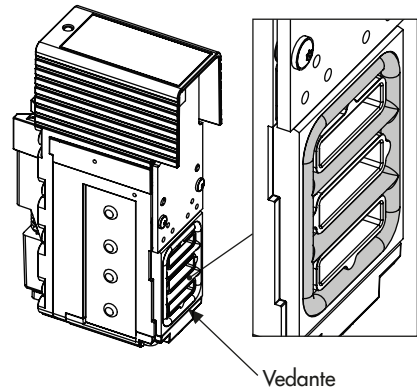

Fig. 27: Vedação do módulo pneumático
2. Verifique se a vedação no módulo está bem assente (consulte Fig. 27): a vedação não deve sobressair pela ranhura.